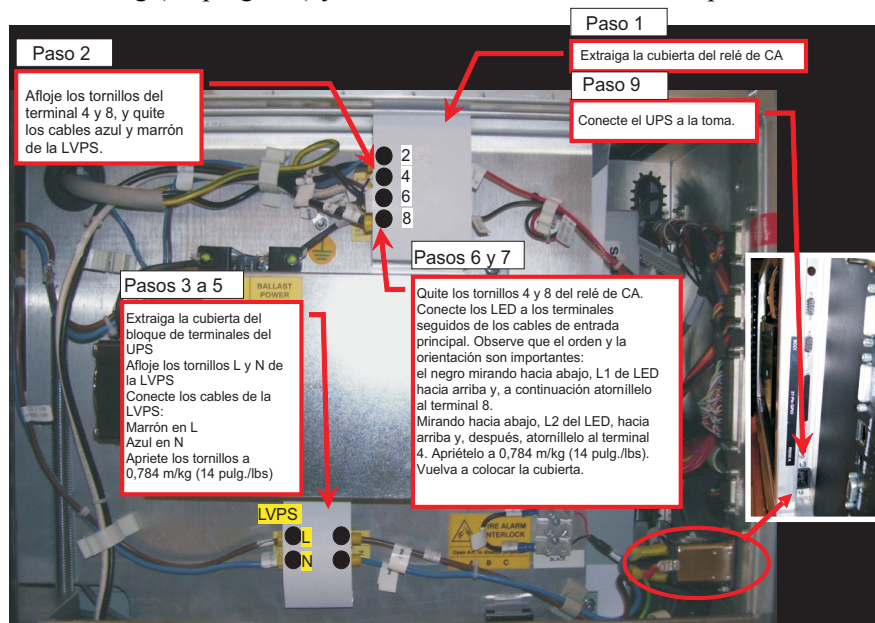

Figura 2-18 Nuevo cableado para el UPS
5. Coja los cables marrón y azul que estaban conectados al relé de CA y conéctelos al terminal de la LVPS. Conecte el cable marrón al terminal L y el cable azul al terminal N como se muestra en la **Figura 2-18**. Aplique a los tornillos un par de torsión de 0,784 m/kg (14 pulg./lbs). Utilice clips para sujetar los cables. Vuelva a colocar la cubierta.